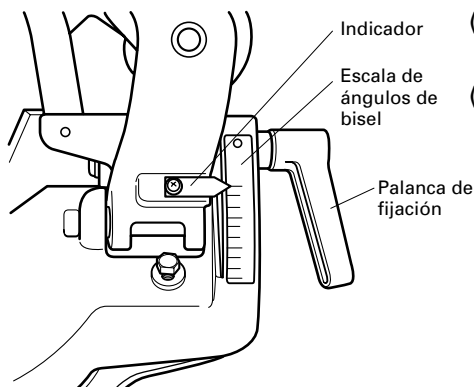

Fig. 19
- \* No coloque nunca sus miembros dentro de la línea cerca del signo de advertencia mientras está utilizando la herramienta. Esto podría resultar peligroso (consulte las Fig. 19).
- (1) Afloje la palanca de fijación e incline la hoja de sierra hacia la izquierda.
- (2) Ajuste el ángulo de inclinación hasta el valor deseado observando la escala de ángulos de bisel y el indicador, y después asegure la palanca de fijación (Fig. 19).